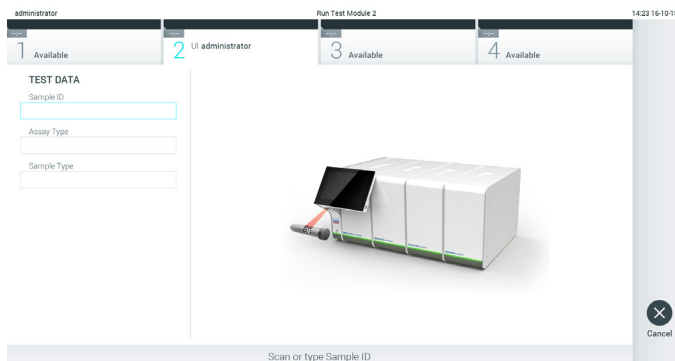

Figura 72. Scanarea codului de bare cu ID-ul probei.
2. Atunci când vi se solicită acest lucru, scanați codul de bare pentru ID-ul probei, folosind cititorul de coduri de bare integrat în modulul operațional (Figura 72, pagina următoare).